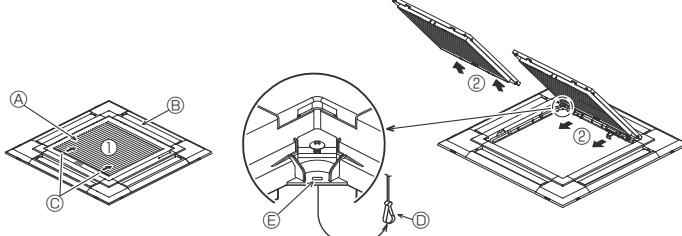
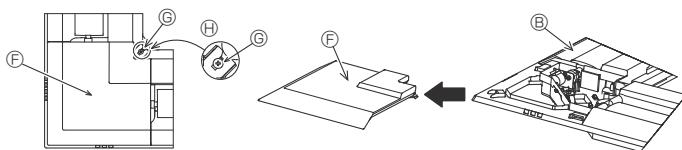

Fig. 6-3
Fig. 6-4
6.2.1. Retrait de la grille d'admission (Fig. 6-3)
- Pour ouvrir la grille d'admission, faire glisser les leviers dans le sens indiqué par la flèche ①.
- Lorsque la grille se trouve en position "ouverte", retirer la charnière de la grille d'admission comme indiqué par la flèche ②.
6.2.2. Retrait du panneau en coin (Fig. 6-4)
- Retirer la vis du coin du panneau en coin. Faire glisser le panneau comme indiqué par la flèche ① pour le déposer.
[Fig. 6-3] [Fig. 6-4]